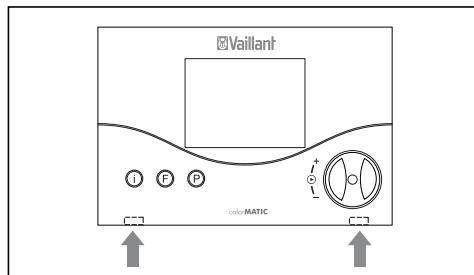

Abb. 4.1 Rasthaken entsperren
- Drücken Sie die Rasthaken mit einem Schraubendreher vorsichtig zur Seite (Abb. 4.1) und ziehen Sie den Regler nach vorne ab.